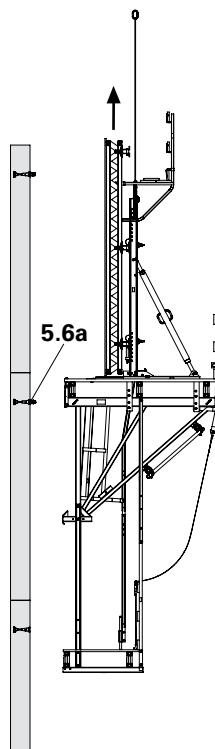

Fig. B4.03
4. Abbassare gradualmente l'unità di ripresa sul rocchetto (5.6b), controllando l'angolazione, fino a quando i punti d'appoggio inferiori (1.7) delle mensole non si appoggiano alla parete. L'imbracatura della gru rimane in tensione. (Fig. B4.03 – B4.05 + B4.06)